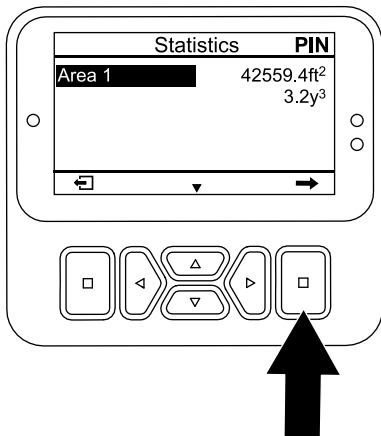

Figura 98
1. En la pantalla STATISTICS (Estadísticas), pulse el botón Abajo hasta que quede seleccionada la opción ÁREA 1 (Figura 98).